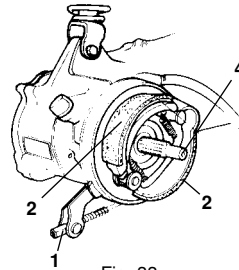

Fig. 33
Kann die Hinterradbremse nicht mehr über die Stellvorrichtung (1 - Fig. 33) nachgestellt werden, müssen die Bremsbacken (2 - Fig. 33) gewechselt werden. Wie folgt vorgehen:
- Das Rad von der Getriebeachse (4 - Fig. 33) abziehen;
- Die Bremsbacken (2) auswechseln;
- Das Rad wieder anbauen, die Mutter (3) mit 9,5 Kgm festziehen. Nach jeweils vier Arbeiten am Rad muss die Mutter (3) ausgewechselt werden.